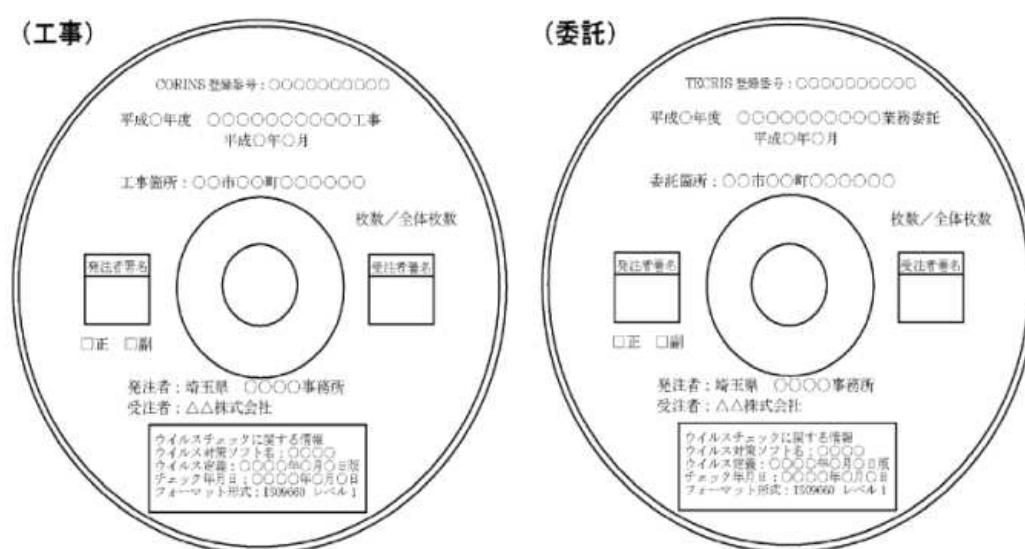

図 3-2 電子納品媒体ラベル
- ・CD-Rのレーベルは、専用プリンタによる直接印刷か、油性フェルトペンによる手書きとし、図3-2に示す項目について記載する。